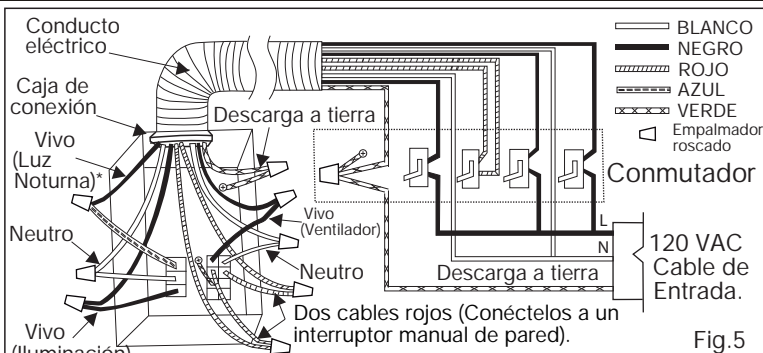

Fig.5
7. Consulte DIAGRAMA ELÉCTRICO Pag.5. Cumpla con todos los códigos eléctricos locales y con el Código Eléctrico Nacional (NEC, por sus siglas en inglés). Conecte los cables de la instalación eléctrica de la vivienda a los cables del extractor de aire utilizando capuchones de conexión aprobados por UL. (Fig.5)